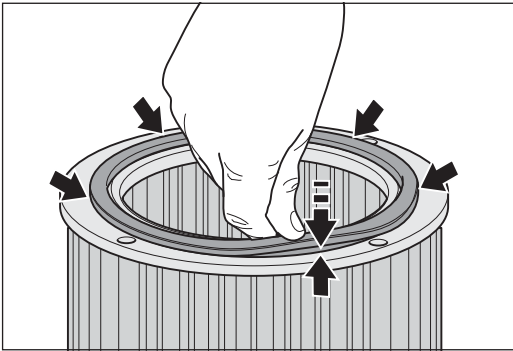

Fig. 31 Contrôlez si le joint est correctement en place dans le filtre avant de le remettre en place dans le séparateur de poussière.
- 1 Avant de mettre en place le nouveau filtre, contrôlez soigneusement si la lèvre d'étanchéité en caoutchouc est correctement en place dans la rainure annulaire sur l'élément de filtre (fig. 31).